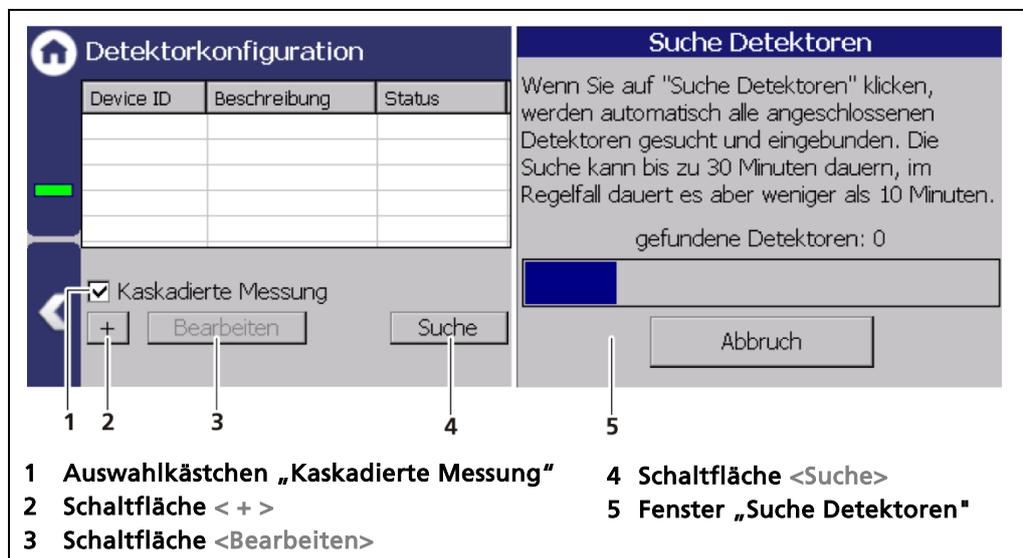

Abb. 59 Beispiel Detektorkonfiguration für kaskadierte Messung
1. Klicken Sie an der AWE 2 auf die Schaltfläche <Suche> (Abb. 59, Pos.4) um angeschlossene Detektoren einzubinden.